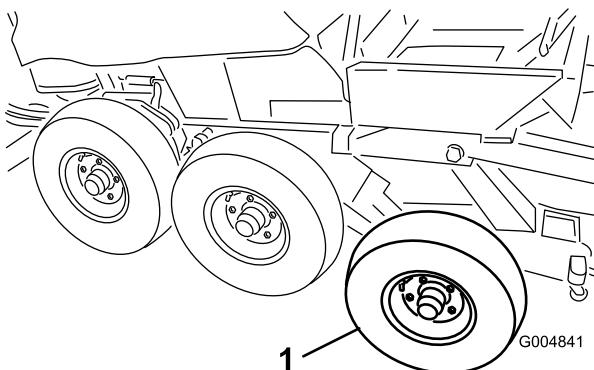

Рисунок 119
45. Снимите передние и средние колеса с зимнего узла (Рисунок 119).